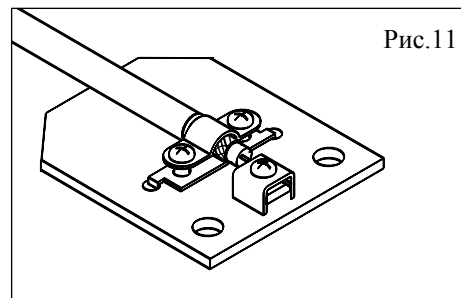

Рис.11
5.13. Зафиксировать подготовленный конец кабеля на плате (рис.11). Закрыть крышку монтажной коробки и завернуть самонарезающие винты.